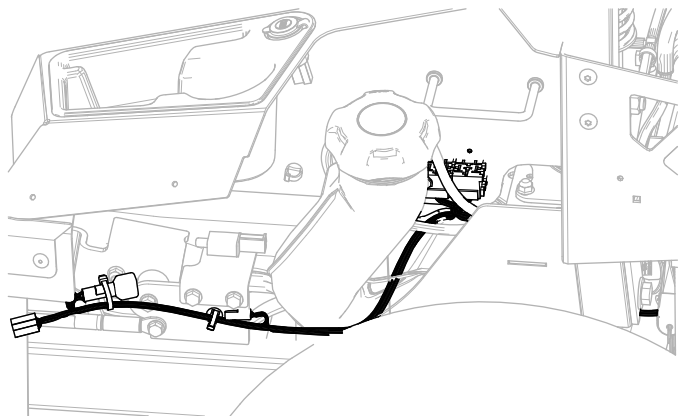

Figura 18
2. Enrute el arnés de cables (Figura 18) por el lado izquierdo del bastidor, a través de la grapa que instaló en el paso 1.